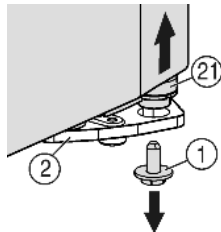
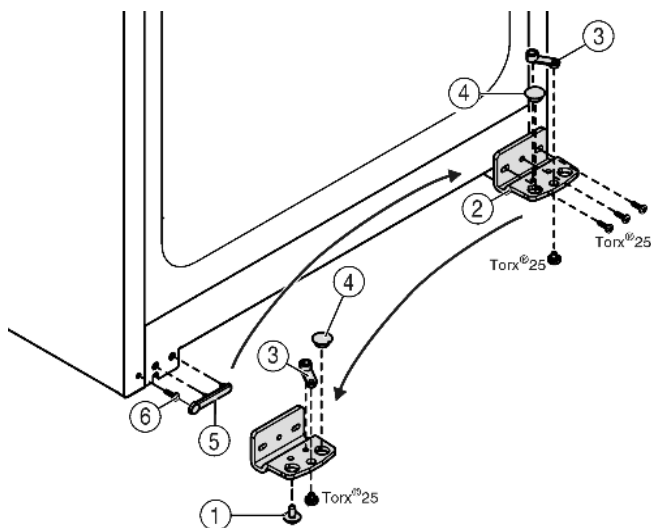

Fig. 4
Fig. 5
- ▶ Внизу справа на опорном кронштейне выкрутите фиксирующий винт *Fig. 4 (1)*.
- ▶ Опорный палец *Fig. 4 (21)* можно извлечь из опорного кронштейна *Fig. 5 (2)*.
- ▶ Если установочный винт *Fig. 4 (21)* не откручивается, его можно вынуть, нажав на него снизу.
- ▶ Открутите опорный кронштейн *Fig. 5 (2)*.
- ▶ Открутите опорную деталь *Fig. 5 (3)* и, переставив в отверстие на противоположной стороне опорного кронштейна, снова прикрутите.
- ▶ Извлеките заглушку *Fig. 5 (4)* из опорного кронштейна и переставьте ее в отверстие на противоположной стороне опорного кронштейна.
- ▶ Осторожно снимите крышку со стороны ручки *Fig. 5 (5)*.
- ▶ Выкрутите болт *Fig. 5 (6)* и вкрутите на противоположной стороне.
- ▶ Снова установите крышку *Fig. 5 (5)*.
- ▶ Снова прикрутите опорный кронштейн *Fig. 5 (2)* на новой стороне шарнира (**с моментом 4 Нм**). При необходимости используйте аккумуляторный шурупверт.
- ▶ Вкрутите фиксирующий винт Fig. 4 (1) внизу в опорный палец и затяните (с моментом 4 Нм).